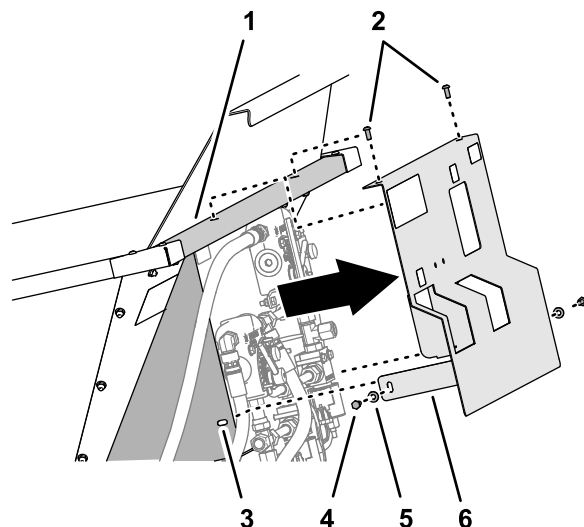

Figura 25
- Alinhe os furos na proteção hidráulica com os furos na montagem da válvula e a parede frontal da tremonha (Figura 25).
- Prenda a proteção hidráulica na parede da tremonha (Figura 25) com os dois parafusos de cabeça de tremoço que removeu em Remover a proteção hidráulica do adubador (página 9).